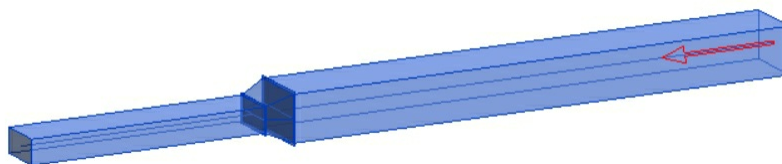

图2-115
(5) 在选中需要对齐的风管时，会默认以绘制方向首端的风管为对齐的基准，被选为基准的风管处会出现一个红色的箭头，如图2-115所示。